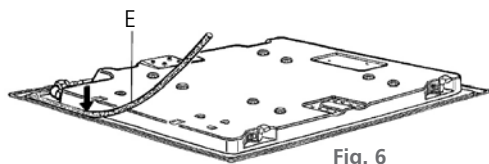
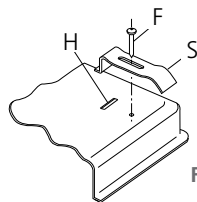

Fig. 6
Fig. 7
- O kit de fixação que acompanha o produto é composto de suportes especiais, parafusos [fig. 7 - "S" e "F"] e material para evitar a infiltração de líquidos no tampo [massa de calafetar para isolamento] [fig. 6 - E].
- A aplicação da massa de calafetar deve ser feita da seguinte forma: apoiar o cooktop com o seu lado inferior para cima [fig. 6]. As tiras de massa de calafetar "E" devem ser colocadas na borda que ficará em contato com o tampo, em toda a sua periferia. Fazer com que a aderência entre a massa de calafetar e a borda do cooktop seja boa, pressionando com os dedos. Ao final deve haver total continuidade do material de isolamento na borda do cooktop.
- Para fixá-lo no tampo, centralizar bem o cooktop com a abertura do mesmo. Na parte inferior deve ser encaixado o suporte "S" na fenda "H" [fig. 7]. Existem 2 suportes de fixação. O aperto de fixação não deverá ser demasiado para não deformar a bandeja metálica inferior e prejudicar o funcionamento do cooktop.